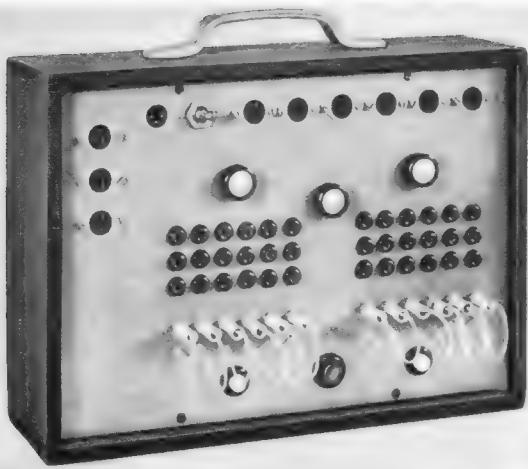
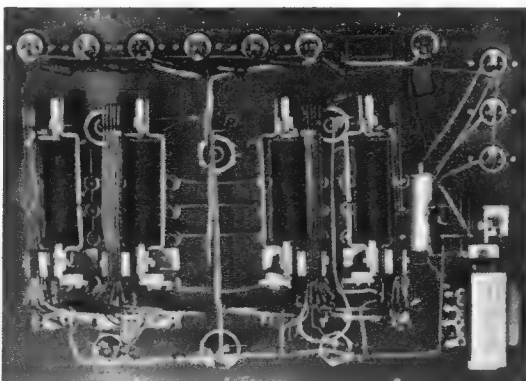

Bild 6. Die Frontseite des Kreuzschaltfeldes
Bild 7. Der Innenaufbau
Zum Herstellen der Kreuzverbindungen werden nach Bild 6 kurze Leitungen mit Bananensteckern sowie Telefonbuchsen benutzt und zum automatischen Umschalten Postflachrelais, wie in Bild 7 zu sehen. Insgesamt befinden sich wegen der erforderlichen Kontaktzahl für jedes Kreuzschaltfeld vier Relais im Gerät. Je Feld sind sieben Umschaltkontakte und ein Schließkontakt erforderlich, dabei werden die Relais gleichzeitig für die Steuer- und Tonschaltung benutzt. Bei einer Relaisspannung von 6 V und Erdung der Relaiskörper treten keine Knackstörungen auf. Die Relais wurden für 6 V Betriebsspannung umgewickelt. Als Transformator dient ein Heiztransformator für 6,3 V mit EI-42-Kern, als Gleichrichter empfiehlt sich ein Graetzgleichrichter für 500 mA, damit die Gleichspannung bei Belastung nicht zu sehr abfällt.
Relais, Transformator, Gleichrichter und die Telefonbuchsen sind nach Bild 7 auf einer 4 mm starken Trolitulplatte montiert. Davor ist eine Aluminiumplatte angeordnet (Bild 6). Alle anderen Teile, wie Lampen, Druckknöpfe, Erdbuchsen, der Netzschalter und alle Diodenbuchsen sind auf der Aluminiumplatte und der Trolitulplatte gemeinsam befestigt und halten so beide zusammen. Für die Kunststoffköpfe der unisolierten Telefonbuchsen sind in der Aluminiumplatte entsprechend größere Löcher ausgespart.
1. *Bandtransport bei Spur I.* Das Tonband läuft nach Bild 6 von der linken Abwickelspule des Gerätes, die nur durch die Reibung der Bandtellerachse im Achslager gebremst wird, über den linken Umlenkdom am Löschkopf und Andruckbügel vorbei und gelangt zwischen Andruckfilz und Aufnahme-Wiedergabe-Kopf zur gummibelegeten Tonrolle. Um das Rutschen des Bandes auf der Tonrolle wegen des durch den schwachen Motor bedingten geringen Bandzugs der Aufwickelspule zu vermeiden, wird das Band durch eine Gummiandruckrolle fest gegen die Tonrolle gedrückt. Der Bandschlupf verringert sich auf diese Weise sehr erheblich.
Bild 6. Bandführung und Bandtransport. 1 = linke Abwickelspule, 2 = Andruckrolle, 3 = Tonrolle, 4 = rechte Aufwickelspule, 5 = Bandführungsstifte, 6 = Tonband, 7 = Andruckbügel, 8 = Andruckfilz (gleichfalls auf beiden Seiten vorhanden, links jedoch nicht sichtbar), 9 = Umlenkdomne, 10 = Aufnahme/Wiedergabekopf mit Abschirmhaube, 11 = Löschkopf